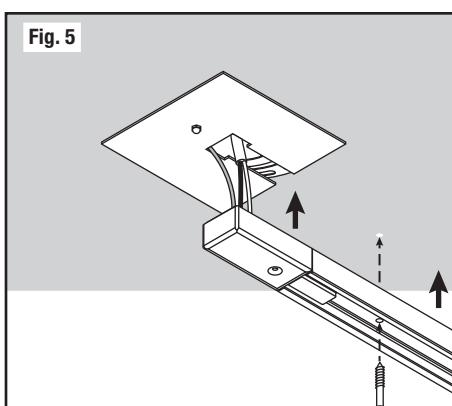

Fig. 5
10. Connect the end feed to the track, place over desired position on junction box and secure track to ceiling. (Fig. 5)
10. Branchez l'alimentation en bout de la rail, sur la position désirée sur la boîte de jonction et la rail sécurisée au plafond. (Fig. 5)